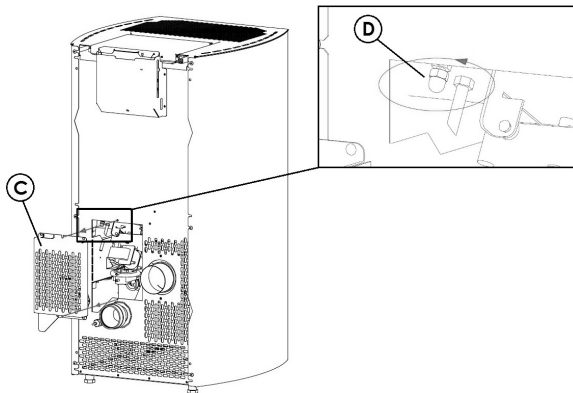

Fig. 33 - Carter verwijderen
- Verwijder de inspectiecarter "C" aan de rugzijde van de carter (zie **Fig. 33**).